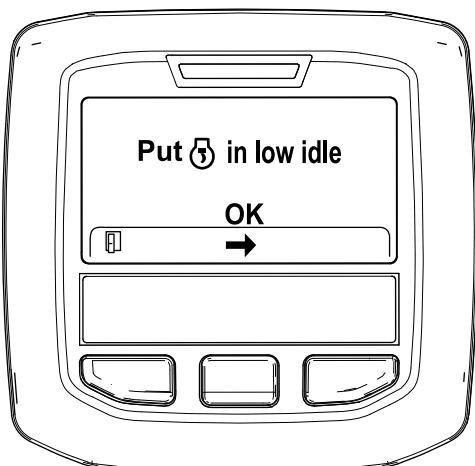

Bild 46
6. Stellen Sie die Gasbedienung in die NIEDRIGE LEERLAUF-Stellung und drücken Sie die mittlere Taste (Bild 46).